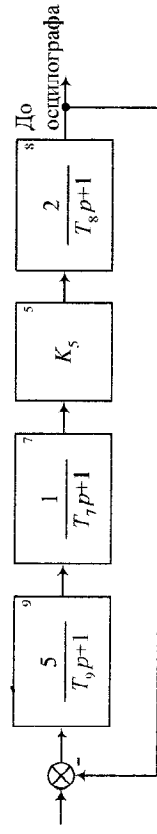

Рис. 8
4. Зібрати модель з від'ємним коефіцієнтом підсилення за схемою, що зображена на рис. 8.